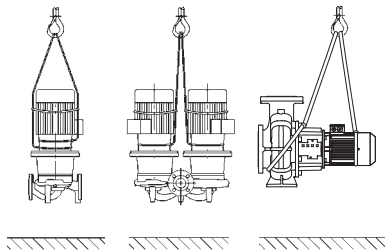

Fig. 6: Transporte de la bomba
- En este caso, las argollas de transporte del motor solo sirven como guía durante la suspensión de la carga (Fig. 6).